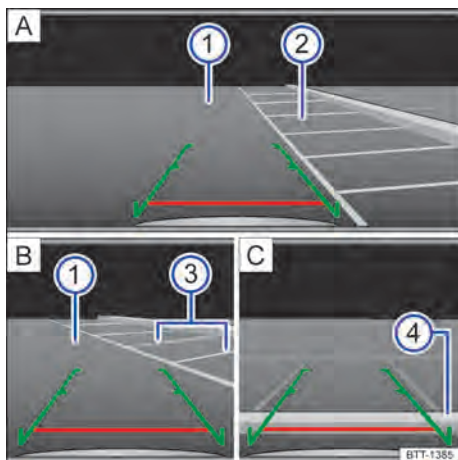

Fig. 103 Exibição do display do sistema de rádio: estacionar com a câmera de marcha a ré.
Legenda para Fig. 103:
- Posicionar o veículo na frente da vaga de estacionamento → Fig. 103 ② Ⓐ.
- Conduzir para trás lentamente e manobrar de modo que as guias verdes laterais conduzam entre as linhas de delimitação da vaga de estacionamento delimitada ② Ⓐ.
- Alinhar o veículo na vaga de estacionamento selecionada de modo que as guias verdes laterais fiquem em cima das linhas de limitação lateral ③ Ⓑ.
- Parar o veículo, quando a linha vermelha atingir a limitação traseira ④ Ⓒ. <